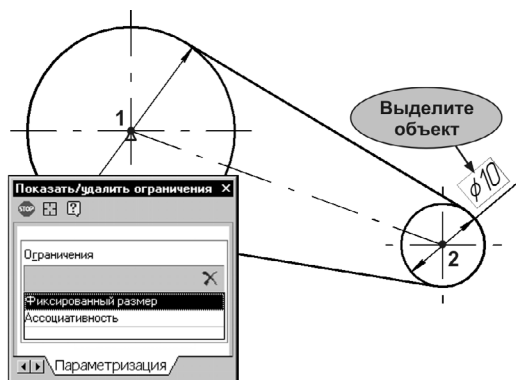

Рис. 59.45.
6.6. Выделите размер и просмотрите его связи и ограничения (рис. 59.45). Ограничение *фиксированный размер* задает постоянство радиуса окружности при перемещении любых узелков или объектов модели. Связь *ассоциативность* обеспечивает непрерывную принадлежность размера своему базовому объекту — окружности. Обе зависимости сформировались непосредственно при простановке размера, благодаря включенному режиму ассоциирования размеров при вводе.